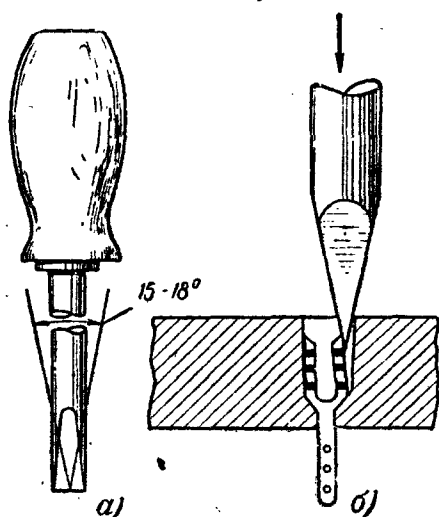

Рис. 1. Восстановление упругости контактов в ламповых панельках и разъемах.
**Плохой контакт в панельках радиоламп октальной серии и разъемах.** Для восстановления контактов можно использовать шило, хотя лучше сделать простое приспособление из небольшой отвертки, жало которой надо сточить, как показано на рис. 1, а. Изготовленное приспособление надо вставить между лепестками и
основанием ламповой панельки и, нажимая сверху вниз на ручку, подогнуть лепесток к центру отверстия (рис. 1, б). Таким же способом восстанавливают контакты и в разъемах.